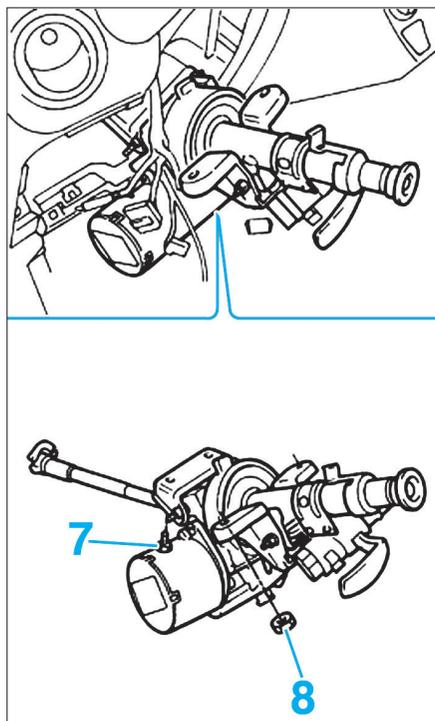

FIG. 10
- Dévisser les vis (7) et écrous (8) fixant le support de direction assistée électrique à la caisse (Fig.10).